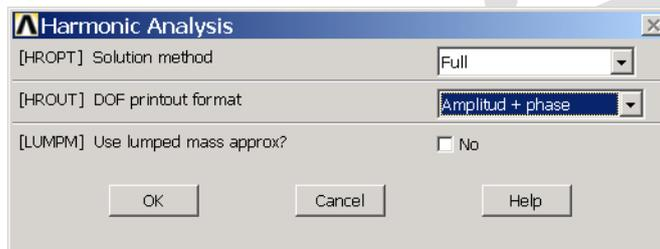

图10.48 谐响应分析选项设置
(3) 单击 Main Menu>Solution>Analysis Type>Analysis Options 菜单，弹出如图 10.48 所示的对话框。在【Solution method】下拉列表框中选择【Full】，在【DOF printout format】下拉列表框中选择【Amplitud + phase】，然后单击【OK】按钮。